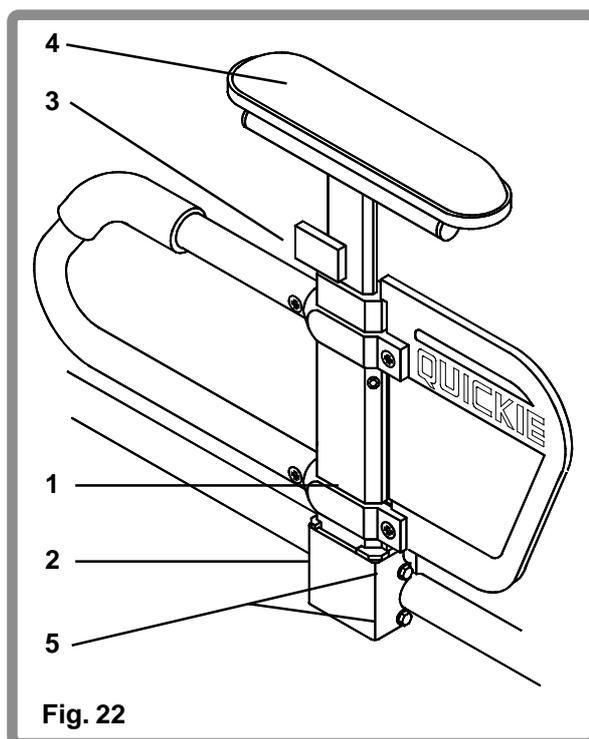
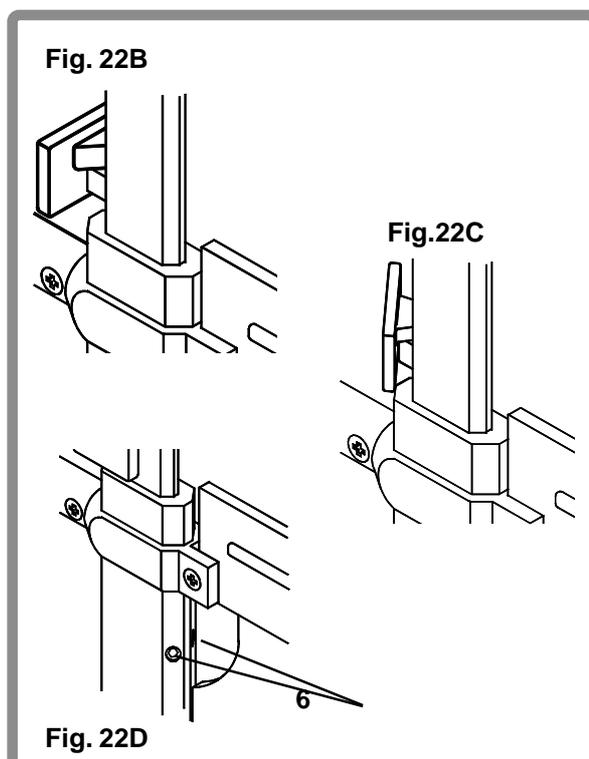

Fig. 22
Fig. 22D
Pour installer les accoudoirs, faire glisser le montant extérieur (1) dans le logement (2). L'accoudoir se verrouille automatiquement (Fig. 22).
Pour retirer l'accoudoir, faire tourner le levier de déverrouillage jusqu'au premier cran et retirer l'accoudoir (Fig. 22C). Pour replacer l'accoudoir, faire glisser à nouveau l'accoudoir dans le logement (2) et remettre le levier en position de verrouillage (Fig. 22).
L'accoudoir peut être ajusté pour éliminer le jeu du logement et du montant à l'intérieur (Fig. 22). Pour serrer ou desserrer le montant extérieur dans le logement, commencer par desserrer les quatre boulons plats de 10 mm (5), deux de chaque côté du logement. L'accoudoir se trouvant dans le logement, serrer le logement pour atteindre l'ajustage souhaité puis serrer les quatre boulons. Pour ajuster le montant intérieur, deux vis sans tête (6) sont installées sur le montant extérieur (Fig. 22D).